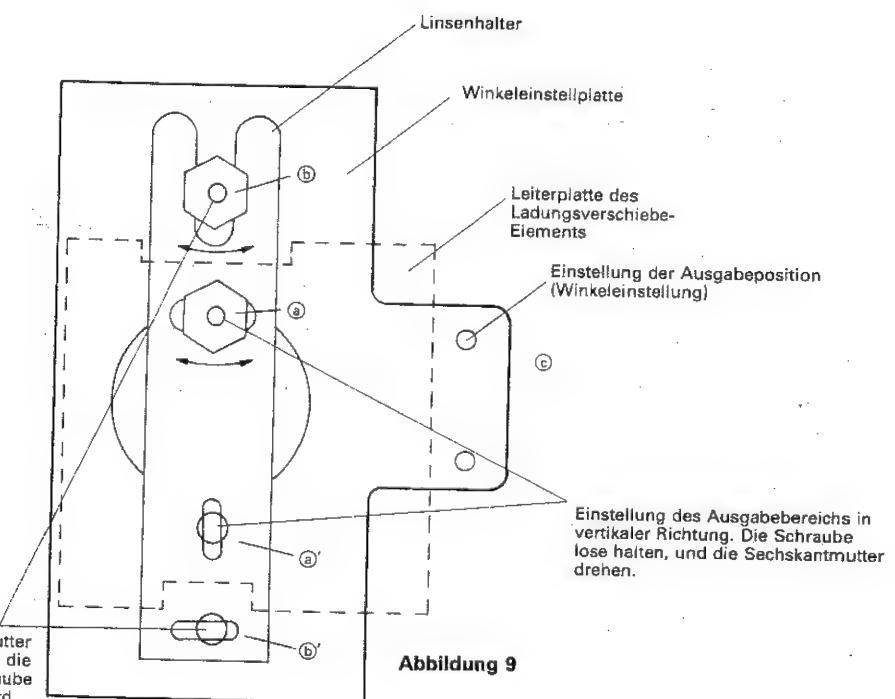

Abbildung 9
- (4) Die in Abbildung 9 gezeigten Schrauben ① und ② lösen.
- (1) Eine Kopie des ersten Bildes anfertigen und deren Druckzustand überprüfen.
- (2) Wenn der sich ergebende Druck dem in der Abbildung 14 gezeigten entspricht, die Schraube ④ der Abbildung 9 langsam entgegen dem Uhrzeigersinn drehen, während dabei die Kopie eines Bildes angefertigt wird. Die Schraube nicht weiterdrehen, wenn der Druck dem in der Abbildung 15 gezeigten entspricht. Damit ist die Einstellung beendet.
- (1) Die Rückwand entfernen, und den Drucker anbringen.
- (2) Den Netzschalter einschalten, und die anfängliche Einstellung machen.
- (3) Eine vertikale Linie mit einem schwarzen Markierstift entlang einer willkürlichen vertikalen Linie in der Mitte des Schreibweißblattes ziehen.
- (4) Die in Abbildung 9 gezeigten Schrauben ⑤ und ⑥ lösen.
- (1) Eine Kopie des Bildes mit der vertikalen Linie anfertigen.
- (2) Den Zustand der kopierten Linie überprüfen.
- (3) Wenn die vertikale Linie wie in Abbildung 17 gezeigt ausgedruckt wird, die Sechskantmutter ⑦ der Abbildung 9 mit dem Einstellwerkzeug entgegen dem Uhrzeigersinn drehen, bis sich die in Abbildung 18 gezeigte Linie ergibt. Wenn die Linie wie in Abbildung 20 gezeigt ausgedruckt wird, die Sechskantmutter im Uhrzeigersinn drehen, bis sich die in der Abbildung 18 oder 19 gezeigte Linie ergibt.